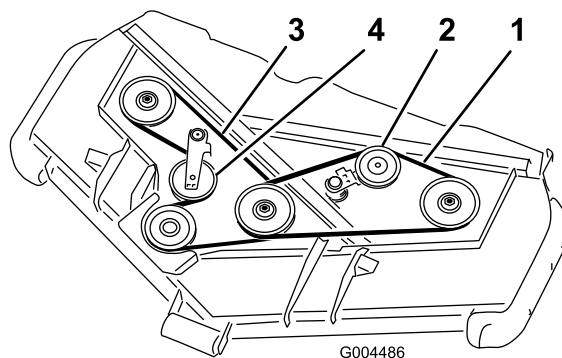

Figure 59
3. À l'aide d'une barre de levier ou d'un outil similaire, éloignez la poulie de tension de courroie supérieure (Figure 59) de la courroie pour détendre cette dernière et pouvoir la déchausser des poulies.
4. À l'aide d'une barre de levier ou d'un outil similaire, éloignez la poulie de tension de courroie inférieure (Figure 59) de la courroie pour détendre cette dernière et pouvoir la déchausser des poulies.
5. Acheminez une courroie neuve autour de la poulie de boîtier d'engrenages, des poulies d'axe inférieures et de l'ensemble poulie de tension, comme indiqué à la Figure 59.
6. Acheminez une courroie neuve autour des poulies d'axe supérieures et de l'ensemble poulie de tension, comme indiqué à la Figure 59.